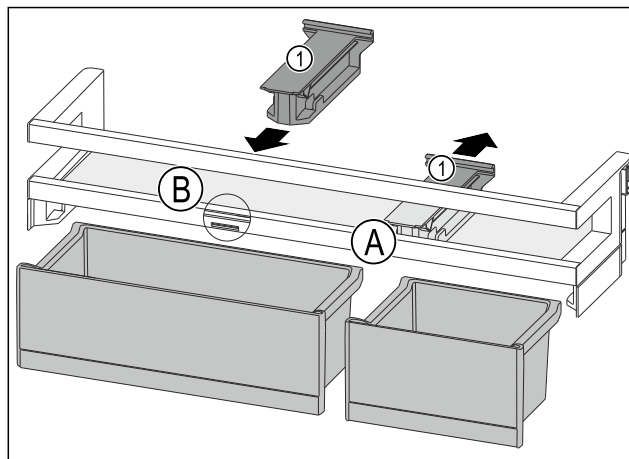

Fig. 188
- Largoni nga prapa pjesën mbajtëse Fig. 188 (1) në pozicionin Fig. 188 (A).
- Vendosni pjesën mbajtëse Fig. 188 (1) në pozicionin Fig. 188 (B).